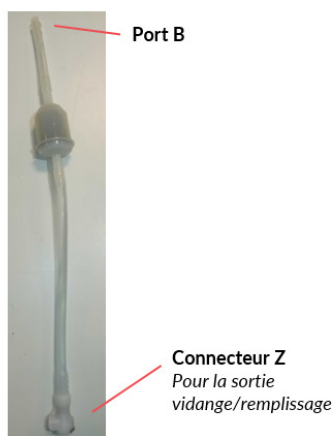

Fig. 2 : Le filtre relié à ses deux tuyaux
A l'arrière du dispositif Chronos Dx sont affichés l'adresse IP de l'appareil, son lieu et sa date de fabrication et des pictogrammes importants. L'agencement de ces éléments sur la plaque de firme peut être différent de la figure 2 ci-contre.
5. Sortir le filtre relié à ses deux tuyaux (**Fig. 2**) et raccorder les éléments selon les images de la page suivante :
- Enfoncer jusqu'au clic le connecteur Z au port de vidange/remplissage à l'arrière de Chronos Dx (Fig. 2 et 3),